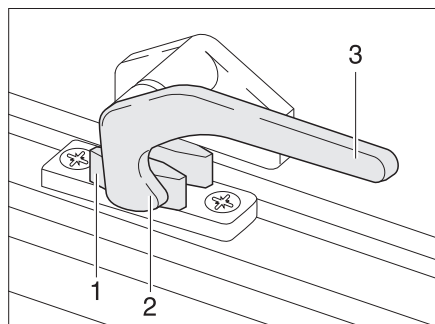

Bild 8 Verriegelungshebel in Stellung "geschlossen"
- Den Verriegelungshebel (Bild 8,3) eine viertel Umdrehung zur Fenstermitte hin drehen.
- Den Verriegelungshebel (Bild 8,3) eine viertel Umdrehung zum Fensterahmen hin drehen. Die Verriegelungsnase (Bild 8,2) liegt auf der Innenseite der Fensterverriegelung (Bild 8,1).
- Den Verriegelungshebel wieder zurückdrehen. Die Verriegelungsnase (Bild 8,2) dabei in die Aussparung der Fensterverriegelung (Bild 8,1) einfahren.